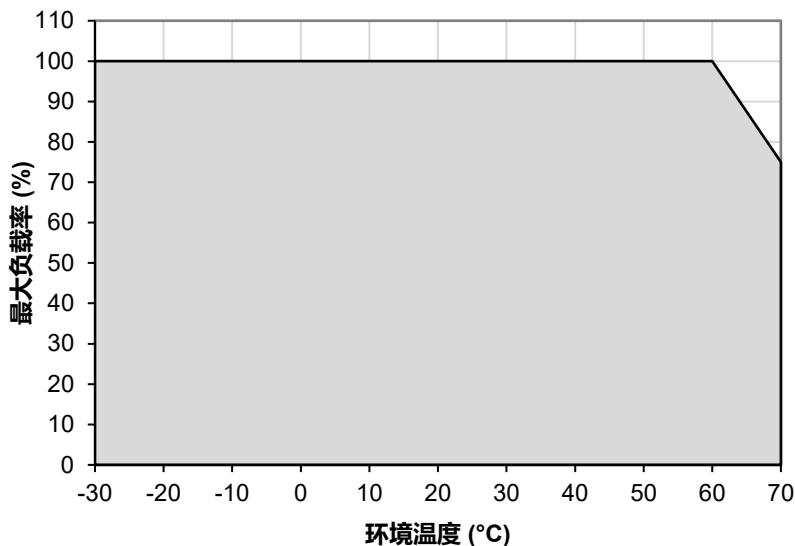

图. 1 垂直安装功率降额
1. 电源如持续在降额曲线以外区间使用，可能导致零部件降级或损坏，具体参照图 1。